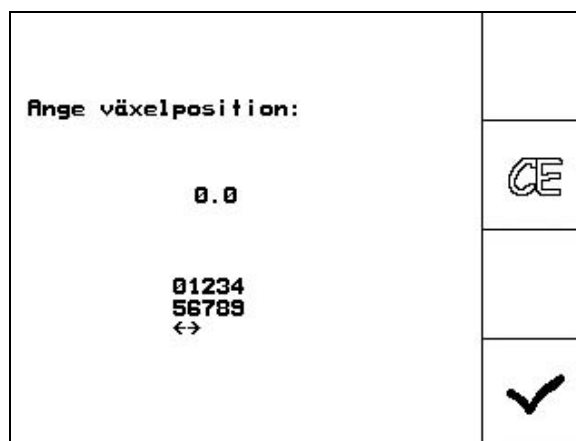

Fig. 80
-  Kontrollera inställningarna och mata in skalvärdet från växelspakens läge på skalan i menyfönstret (Fig. 80).